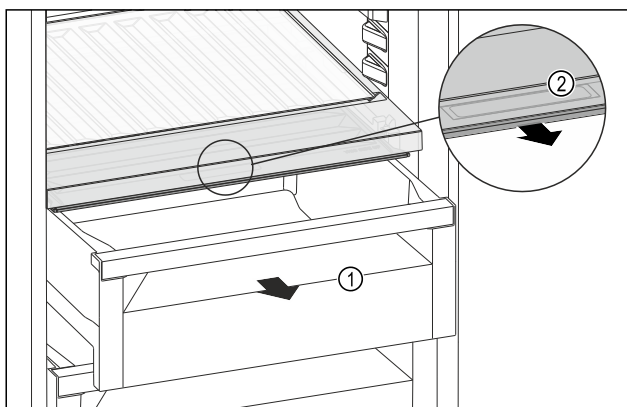

Fig. 189
- ▶ Zásuvku Fig. 189 (1) vytáhněte.
- ▶ Uchopte prohlubeň pro rukojeť Fig. 189 (2) na víku zásuvky a současně zatahněte za víko zásuvky směrem dopředu.